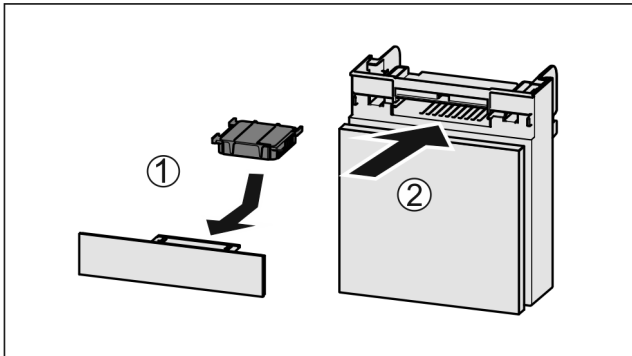

Fig. 95
- ▶ Вставити фільтр з активованого вугілля за малюнком Fig. 95 (1).
- ▶ Вставити відділення Fig. 95 (2).